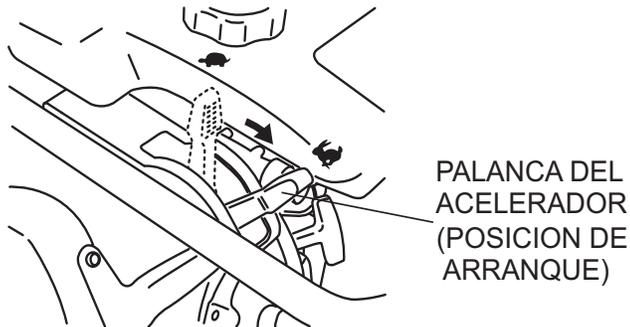

Figura 8. Palanca del acelerador (Posición de arranque)
1. Para empezar la acción de apisonar, mueva la palanca del acelerador (Figura 8) **rápidamente** de la posición de **MARCHA LENTA** a la posición **ARRANQUE** (↺). **NO** mueva la palanca del acelerador lentamente, ya que esto puede causar daños al embrague ó al resorte.